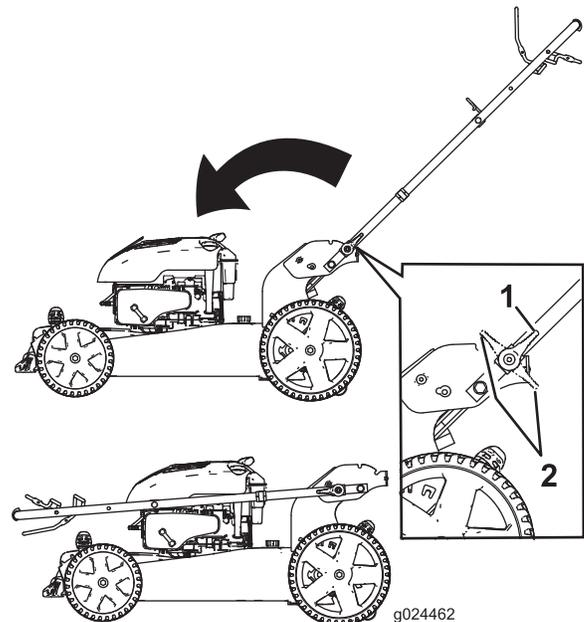

Figura 17
3. Abra las palancas de bloqueo del manillar (Figura 17).
4. Pliegue el manillar completamente hacia adelante (Figura 17).